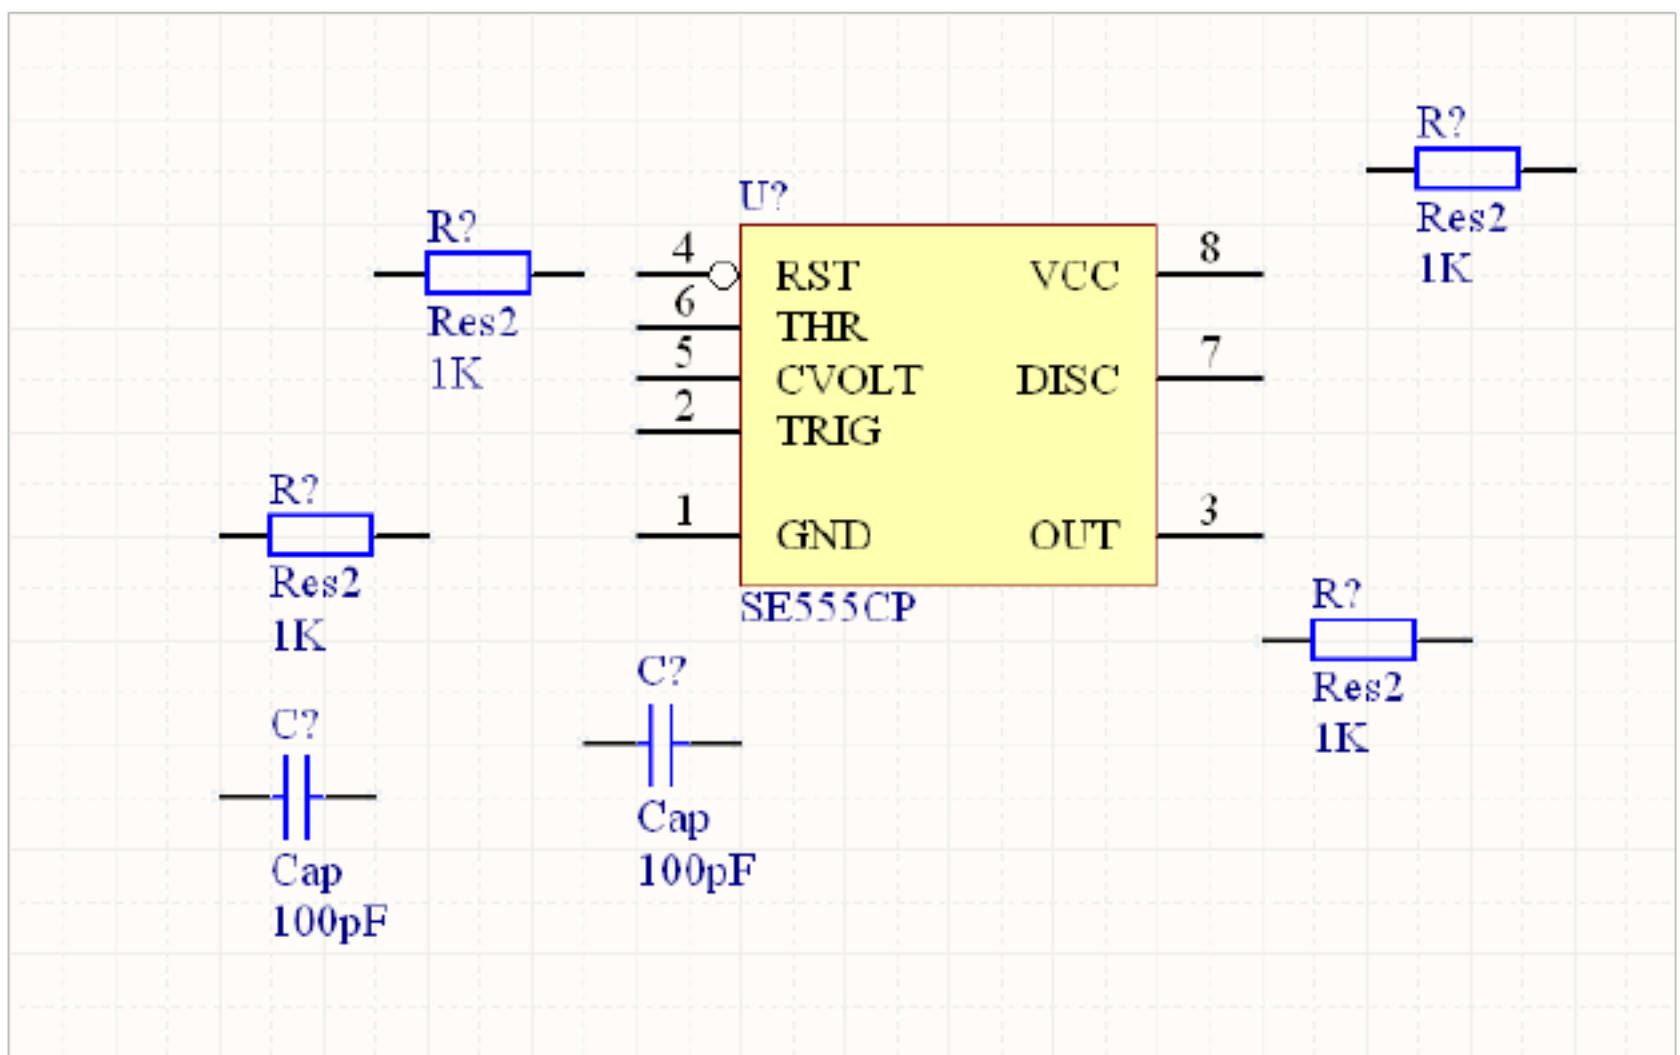

图 2-6 放置元器件
(1) 放置元器件。从元器件库中选取所需要的元器件放置在工作区中，其中 SE555CP 定时器取自元器件库 TI Analog Timer Circuit.IntLib，电阻、电容取自元器件库“Miscellaneous Devices.IntLib”。单击元器件库中的“Place...”（放置）按钮后，鼠标将变成十字形状并粘贴有所选元器件，将该元器件移至工作区中适当位置，单击鼠标左键，即可放置该元件，同时进入下一个元器件放置状态，若不再需要放置同样的元器件，可单击鼠标右键退出元器件放置状态，如图 2-6 所示。